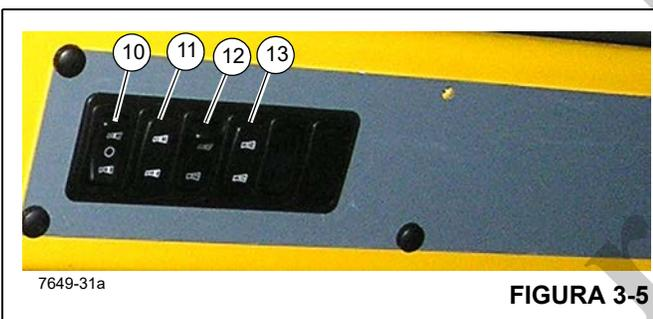

FIGURA 3-5
Números dos itens da Figura 3-5
A chave seletora das seções telescópicas intermediária interna/intermediária central (IM/CM) da lança (10, Figura 3-5) e o indicador (11) estão localizados no painel de controle do teto. Essa chave de três posições é usada em conjunto com a chave do modo telescópico automático/manual da lança (12, Figura 3-5).
A chave do modo telescópico manual/automático da lança (12, Figura 3-5) e o indicador (13) estão localizadas no painel de controle do teto. A chave tem duas posições, Auto e Manual. Esta chave tem uma trava para evitar ativação acidental.